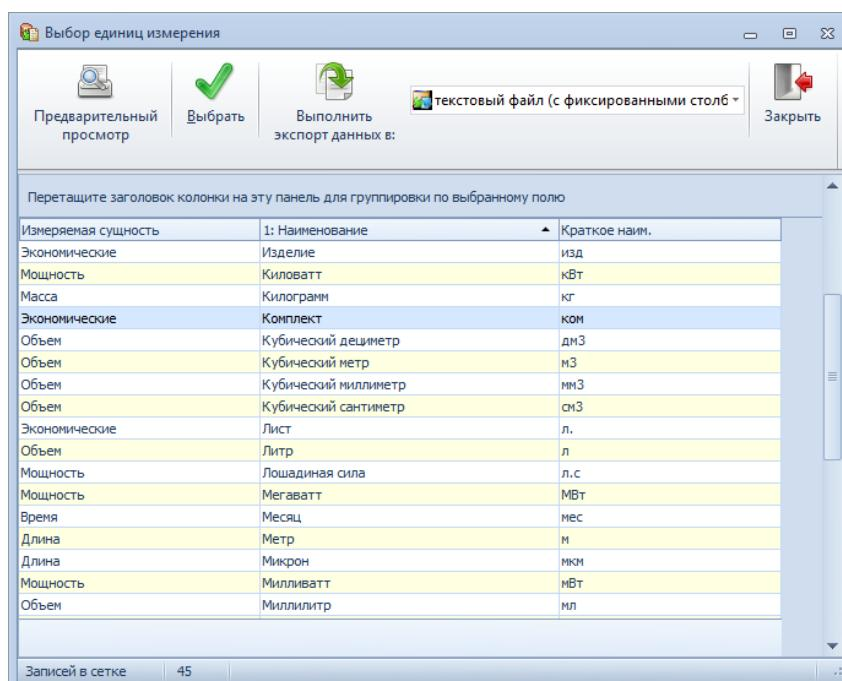

Рисунок 210.Пример выбора дополнительной единицы измерения
В результате — откроется окно «**Выбор единиц измерения**» (рис. 210).
- 2.1.2 В списке единиц измерения выбрать нужную позицию и выделить её щелчком левой кнопки мыши (см. рис. 210).